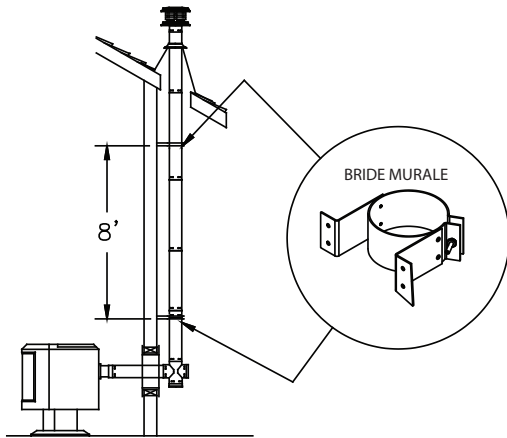
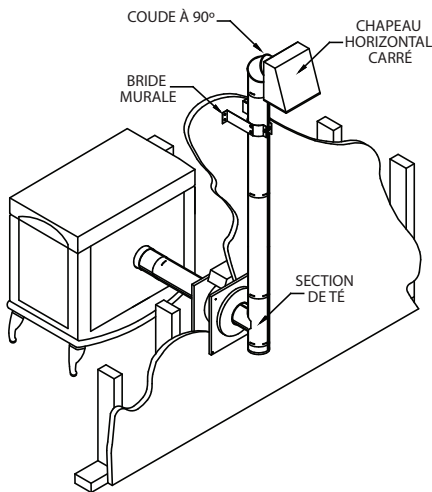

Figure 15
Figure 16
D. Poser une bride murale juste au-dessus du té. Des brides murales doivent être placées tous les 2,40 m (8 pieds) le long d'un conduit vertical extérieur (**Figure 15**). Si votre conduit vertical extérieur se termine à l'horizontale avant de pénétrer dans la ligne de toit, installer au moins une bride murale sur la section du conduit avant le coude à 90 degrés et le chapeau horizontal (**Figure 16**). En aucun cas, un chapeau vertical ne peut être installé à côté d'un mur vertical. PelletVent Pro offre